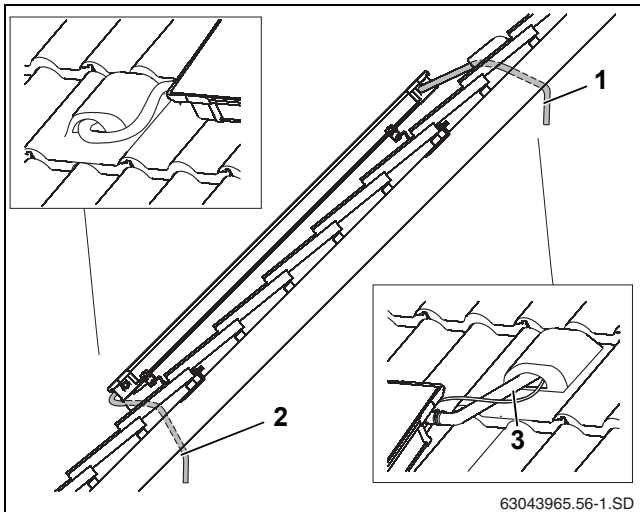

Fig. 47 Trecerea conductelor de conectare pe sub acoperiș
- ▶ Treceți furtunul solar și cablul senzorului prin țigla de aerisire (Fig. 47, [1]) și prin izolația acoperișului.